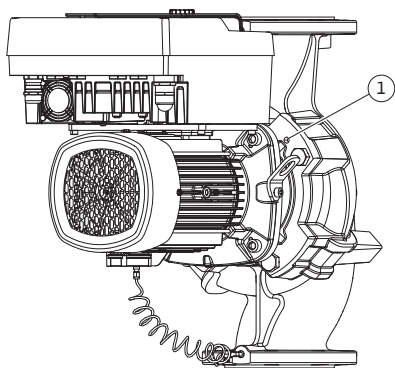

Fig. 11: Aftrykning af indstikssættet via gevindboringer (afhængigt af pumpe type)
5. Løsn indstikssættet (se Fig. 4) fra pumpehuset. Afhængigt af pumpe typen (se Fig. I ... III) findes der forskellige fremgangsmåder: Ved pumpe typen Fig. I skal skruerne pos. 29 løsnes. Fjern indstikssættet fra pumpehuset. Ved pumpe typen Fig. II og Fig. III skal du bruge de to gevindboringer (Fig. 11, pos. 1). Anvend egnede skruer (f.eks. M10 x 25 mm), der er stillet til rådighed på opstillingsstedet.
5. Tryk indstikssættet (se Fig. 4) af pumpehuset. Brug de to gevindboringer (se Fig. 11). For at løsne fastgørelsen kan du skrue skruer M10 med en dertil egnet længde ind i gevindhullerne.
7. Løsn de to umistelige skruer på beskyttelsespladen (Fig. II, pos. 27), og fjern beskyttelsespladen.
8. Stik en gaffelnøgle med nøglevidde 27 mm ind i lanternevinduet, og hold akslen fast med nøglefladerne (Fig. II, pos. 16). Skru pumpehjulsmøtrikken ud (Fig. II, pos. 22). Fjern pumpehjulet (Fig. II, pos. 21) fra akslen ved hjælp af en aftrækker.
9. Løsn differenstryktransmitterens holdeplade (Fig. I, pos. 13) fra motorflangen ved at løsne skruen (Fig. II, pos. 10). Lad differenstryktransmitteren (Fig. I, pos. 8) med holdepladen (Fig. I, pos. 13) hænge i trykmålingsledningerne (Fig. I, pos. 7). Fjern i givet fald differenstryktransmitterens tilslutningskabel i elektronikmodulet.
10. Løsn skruerne (Fig. II, pos. 10 og pos. 10a).
11. Løsn lanternen fra motorcentreringen ved hjælp af toarmet aftrækker (universa-laftrækker), og træk den af akslen. Akseltætningen (Fig. I, pos. 25) følger med. Undgå at få lanternen til at sidde skævt.
12. Hvis akseltætningen er blevet beskadiget, skal akseltætningens kontraring (Fig. I, pos. 26) trykkes ud af dens placering i lanternen. Sæt en ny kontraring i lanternen.